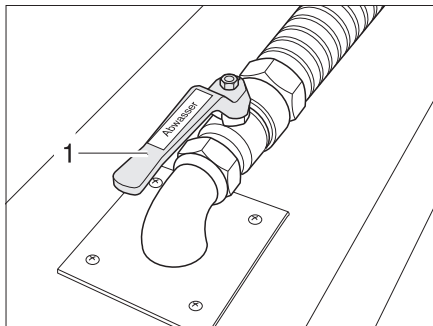

Fig. 262 Robinet d'évacuation des eaux usées
Le robinet d'évacuation des eaux usées (Fig. 262,2) est monté dans le double plancher. Le robinet d'évacuation des eaux usées est désigné par l'inscription "Abwasser" (eaux usées).
- Ouvrir le robinet d'évacuation des eaux usées (Fig. 262,2). Les eaux usées s'écoulent.